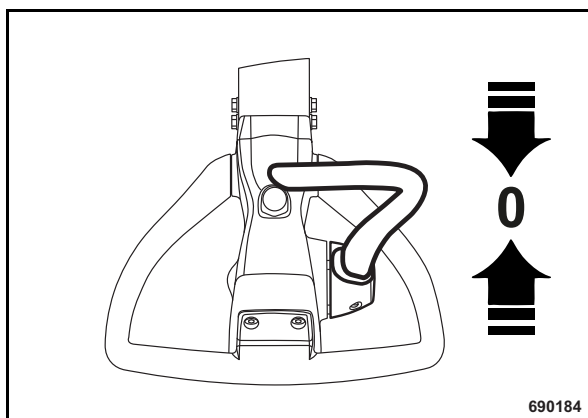

Fig. 14
- Colocar la palanca de marcha (Fig. 14) a posición "0".